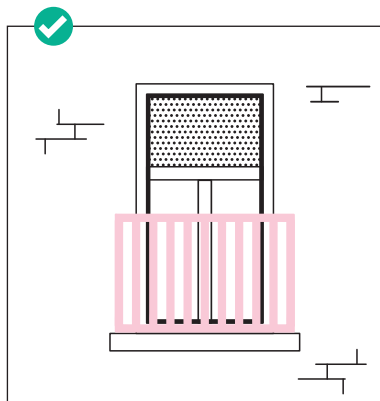

fig. 4 De borstwering is hoog genoeg en de verticale openingen in de borstwingen zijn kleiner dan 11 cm
- Eventuele verticale openingen in de borstweringen zijn kleiner dan 11 cm, zodat kinderen er met hun hoofd niet in kunnen vastraken. fig. 4